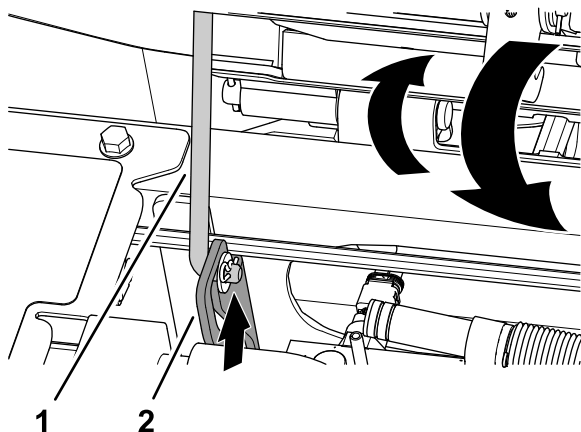

Figure 102
1. Faites légèrement pivoter le siège et sortez la béquille du cran dans la fente de blocage du support du siège (Figure 102).